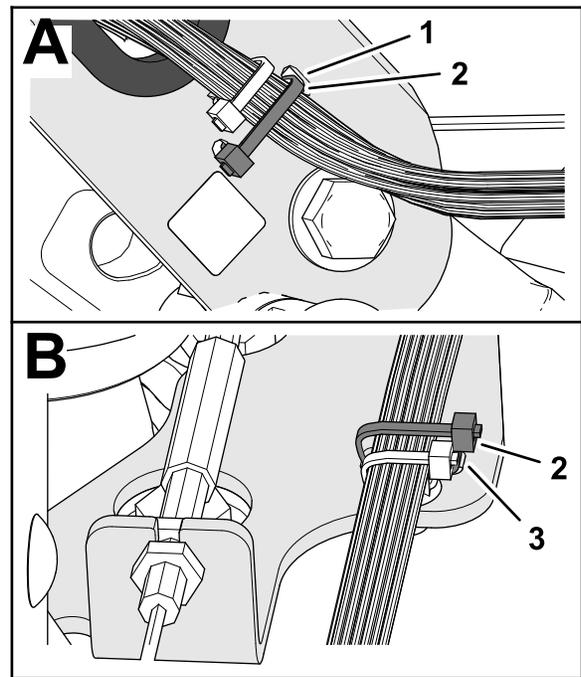

**Figure 10**
- Insérez la fixation enfichable du faisceau de la machine dans le trou du profilé du timon (Figure 10).